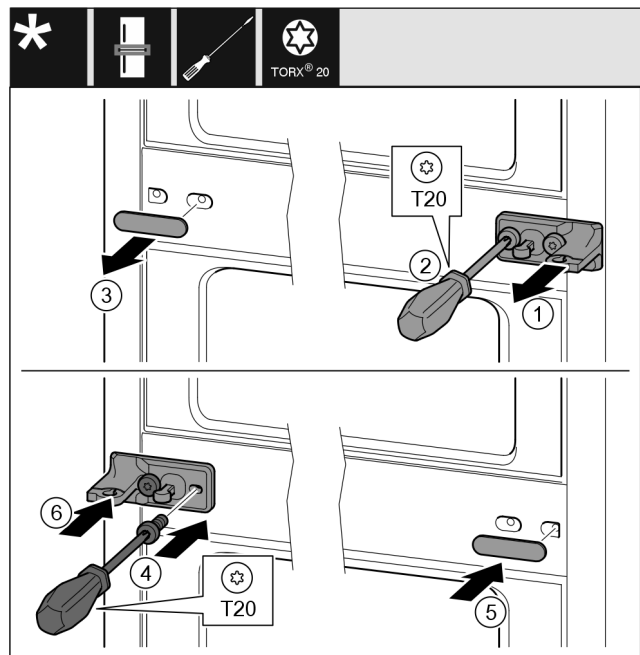

Fig. 21
- ▶ Estrarre la rondella. Fig. 21 (1)
- ▶ Svitare le viti con il cacciavite T20. Fig. 21 (2)
- ▶ Rimuovere con cautela la copertura. Fig. 21 (3)
- ▶ Ruotare il blocco di supporto con lamina di 180° e avvitarlo saldamente sull'altro lato. Fig. 21 (4)
- ▶ Applicare la copertura ruotata di 180° sull'altro lato. Fig. 21 (5)
- ▶ Spingere la rondella dal lato anteriore. Fig. 21 (6)